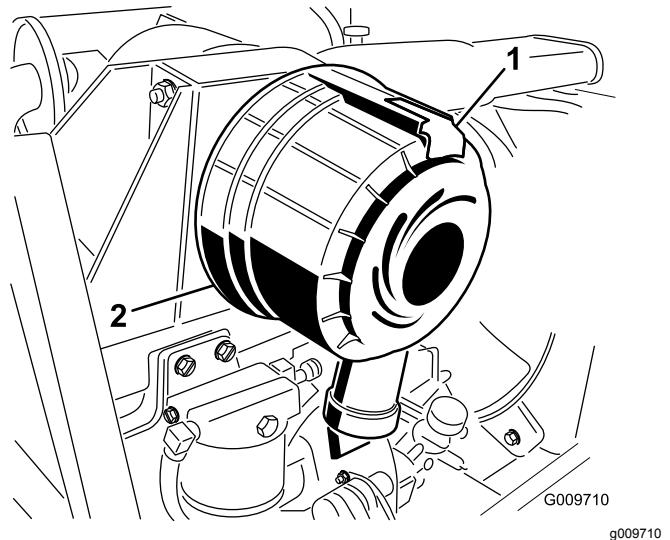

Figura 26
1. Tire hacia fuera del enganche y gire la tapa del limpiador de aire en el sentido contrario a las agujas del reloj (Figura 26).